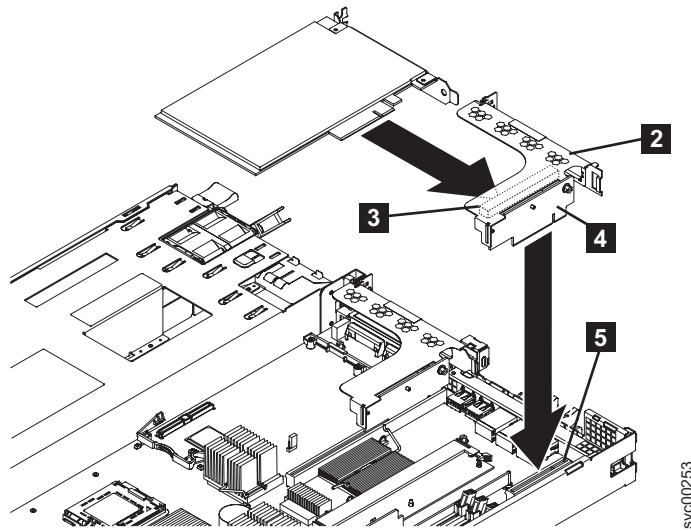

図 147. SAN ボリューム・コントローラー 2145-8G4 用のライザー・カード・アセンブリの再取り付け
1. アダプターを挿入する場合、まずロー・プロファイル・アダプターのエッジ・コネクタ **1** をライザー・カード・アセンブリ **4** 上のコネクタ **3** に位置合わせします。アダプターがライザー・カード・アセンブリにカチッとハマったことを確認します。図 147 に示すように、ライザー・カード・エッジ・コネクタ **5** をしっかりとシステム・ボード・コネクタに押し込みます。